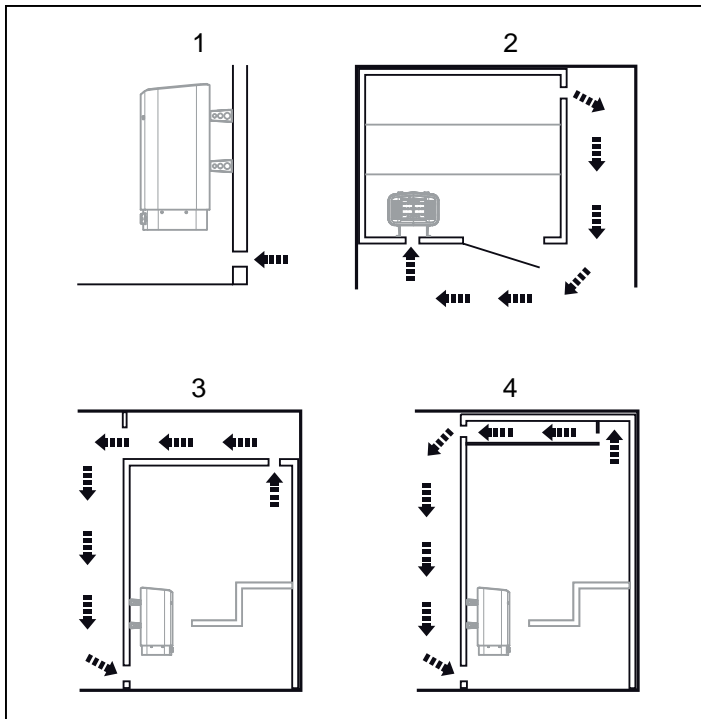

Abb. 4: Position des Zu- und Abluftventils
- Mit größtmöglichem Abstand zum Zuluftventil, z. B. diagonal gegenüber, siehe Abb. 4, Seite 10
- Oben an der Wand oder an der Decke, siehe Abb. 4, Seite 10